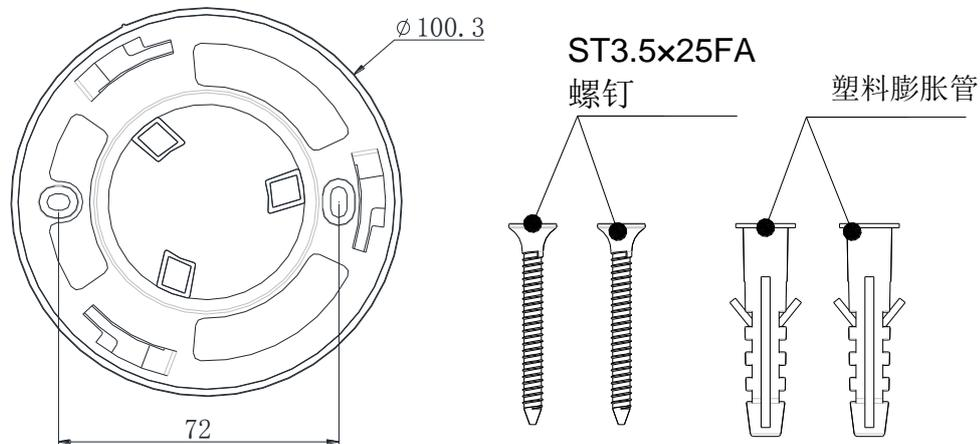
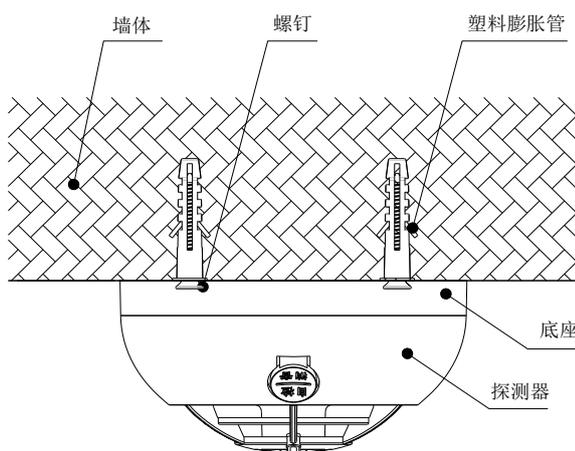

图 2 底座及固定配件
图4 报警器安装示意图
### 2、报警器底座尺寸示意图，如图2所示（单位：mm）
① 报警器安装示意图如图 4。按图 4 所示，用塑料膨胀管和 3.5×25FA 螺钉将报警器底座固定在屋顶上，安装孔距如图 2 所示。
② 将 2 节电池推入报警器电池槽内，报警器接通电源处于正常监控状态。
③ 自检测试：按一下自检按键，红、绿、黄灯交替闪亮并发出报警声，则报警器工作正常。如不正常，则应检查电池是否正确安装或电压过低。
④ 测试好后，将报警器旋接到底座上，顺时针旋紧到位。